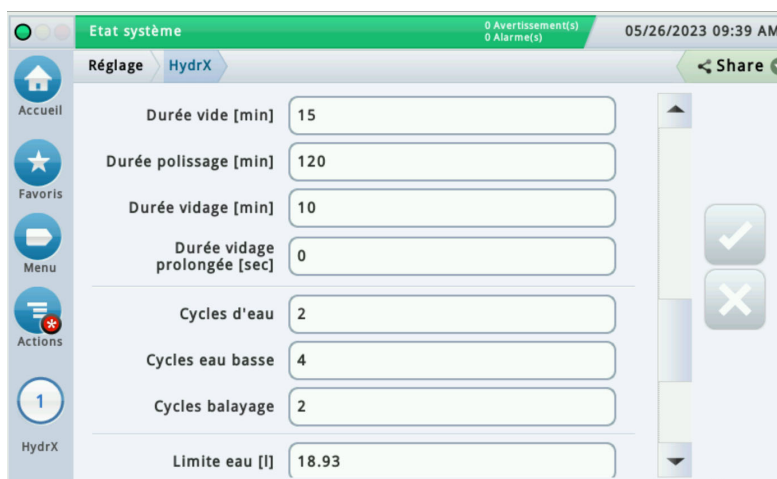

Figure 15. Exemple d'écran de réglage HydrX - Page 3
15. Faites défiler jusqu'à la page de réglage HydrX suivante (voir Figure 15).
- c. Touchez le bouton **Vidé** pour exécuter un cycle de vidé. L'intervalle du cycle de vidé dépend de la durée entrée dans le réglage HydrX (voir Figure 15).
- e. Touchez le bouton **Polir** pour exécuter un cycle de polissage. L'intervalle du cycle de polissage dépend de la durée entrée dans le réglage HydrX (voir Figure 15).
- f. Touchez le bouton **Vidage** pour exécuter un cycle de vidage. L'intervalle du cycle de vidage dépend de la durée entrée dans le réglage HydrX (voir Figure 15).